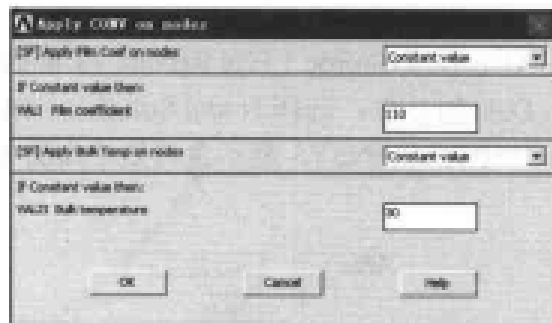

图 13-89 在节点上施加对流载荷对话框
(7) 选择 Main Menu | Solution | Define Loads | Apply | Thermal | Convection | On Nodes 命令, 出现 Apply CONV on nodes 菜单, 单击 Pick All 按钮, 出现 Apply CONV on nodes 对话框, 在 VAL1 Film coefficient 文本框中输入 110, 在 VAL2 Bulk temperature 文本框中输入 30, 如图 13-89 所示, 单击 OK 按钮关闭该对话框。